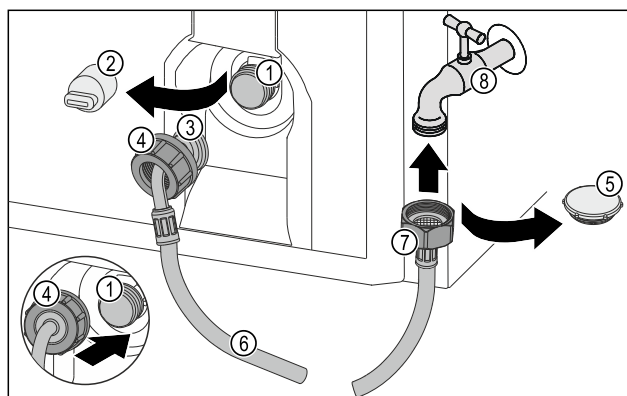

Fig. 74
- ▶ Rimuovere il coperchio di chiusura Fig. 74 (5).
- Posizionare l'estremità del flessibile diritta Fig. 74 (7) sul rubinetto dell'acqua Fig. 74 (8).
- Stringere in senso orario sull'estremità del flessibile diritta Fig. 74 (7) in senso orario.